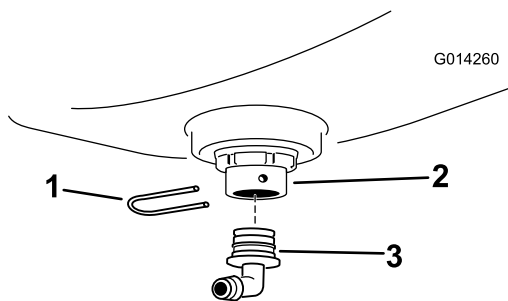

图9
3. 在隔板接头上安装一个 90 度接头并使用固定叉 图9来固定。
5. 用软管夹将在 切割软管 (页码 4) 中切割的软管部分 43.3cm 安装到 90° 接头上然后用手紧固软管夹 图9。